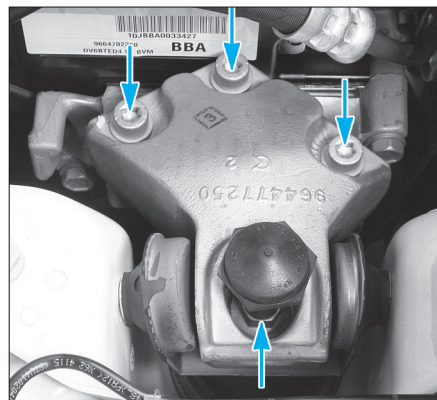

FIG. 32
- le support moteur avant droit (Fig.32),